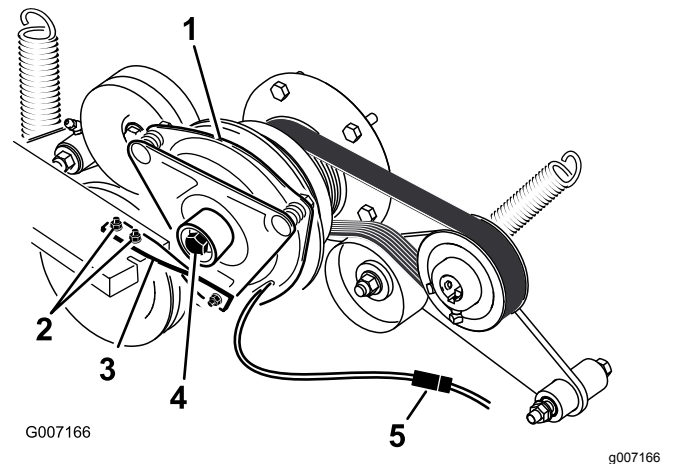

Bild 82
6. Schließen Sie den elektrischen Anschluss für die Kupplung ab (**Bild 82**).
7. Nehmen Sie die zwei Schrauben ab, mit denen der Gummikupplungsriemen am Mäherrahmen befestigt ist (**Bild 82**).
ist, und entfernen Sie die Kupplung und den Schlüssel (**Bild 82**).
15. Halten Sie die Kurbelwelle an das Heck der Maschine und setzen Sie die mittlere Schraube ein. Ziehen Sie sie mit 68 N·m an (Bild 82).
16. Befestigen Sie den Gummikupplungsriemen mit den zwei vorher entfernten Schrauben und Muttern am Mäherrahmen (Bild 82).
18. Stecken Sie den elektrischen Anschluss für die Kupplung ein (Bild 82).